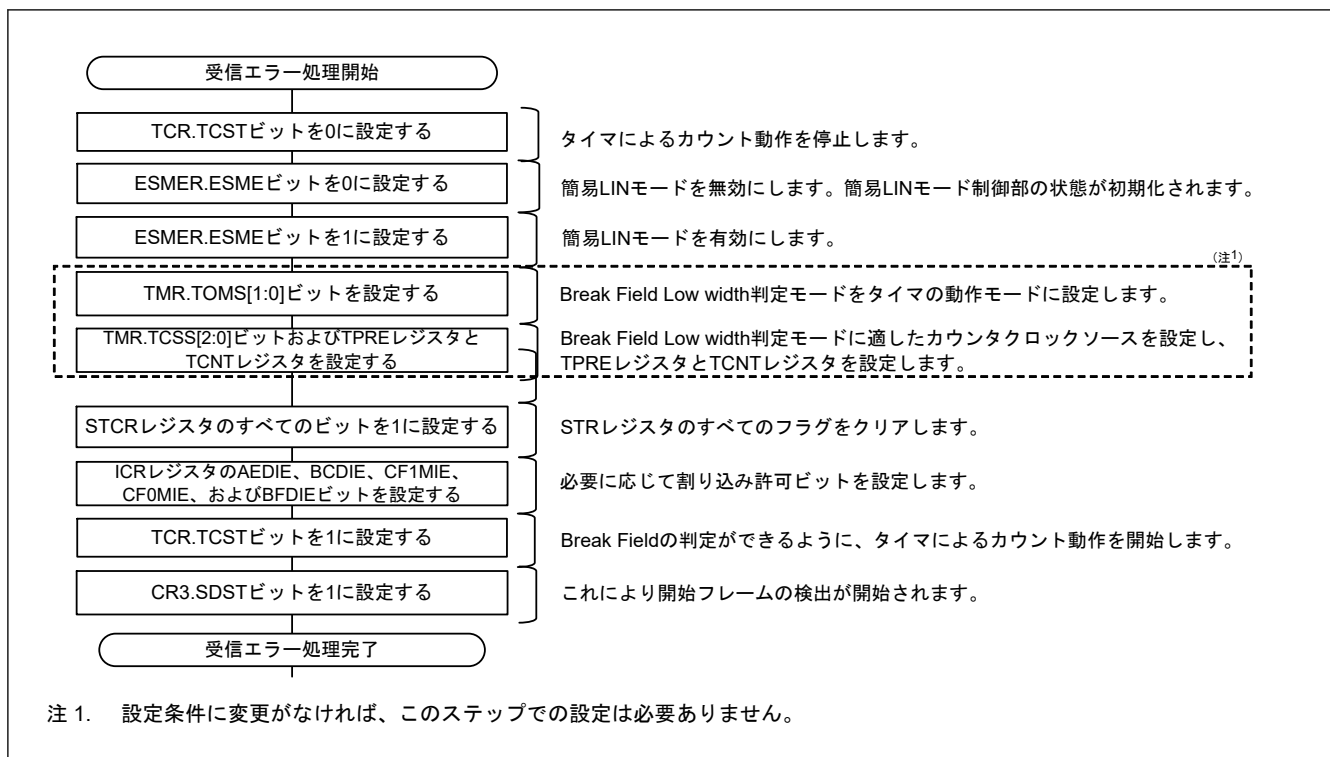

図 25.126 受信エラー処理のフローチャートの例（スタートフレーム受信時）
3. なお、受信エラーを検出したときは、図 25.126に従ってSCI_nのエラーフラグのクリアおよびSCI_n制御部の初期化を実施してください。